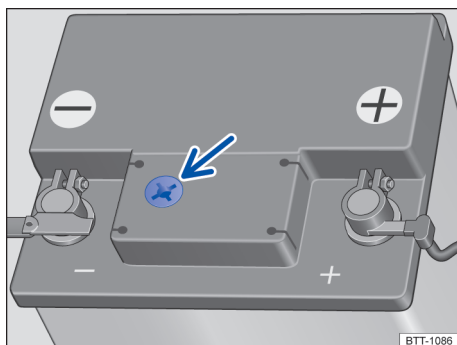

Fig. 248 Visor no lado superior da bateria do veículo 12 V (representação esquemática).
- Providenciar iluminação suficiente para poder identificar o indicador colorido no visor redondo no lado superior da bateria do veículo 12 V (seta) → Fig. 248. Jamais utilizar chamas expostas ou objetos incandescentes como iluminação.